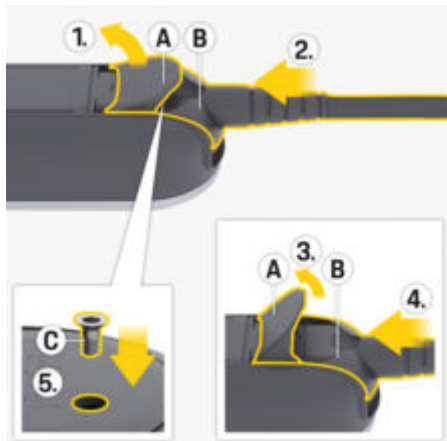

Fig. 356 Conectarea cablului de alimentare și a conectorului
1. Deschideți capacul **A** (Fig. 356) cu aproximativ 15 grade (doar atât cât se potrivește conectorul **B** (Fig. 356) în unitatea de comandă).
2. Introduceți conectorul **B** (Fig. 356) în unitatea de comandă până când simțiți prima dată rezistență.
3. Deschideți complet capacul **A** (Fig. 356).
4. Introduceți complet conectorul **B** (Fig. 356).
5. Închideți complet capacul **A** (Fig. 356) și strângeți cu șurubul **C** (Fig. 356).